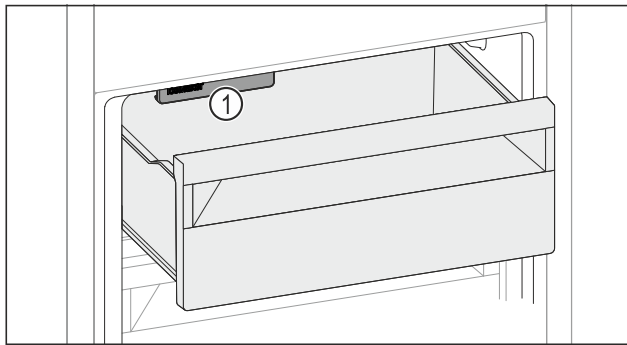

Fig. 56
- IceMaker Fig. 56 (1) berücksichtigen.